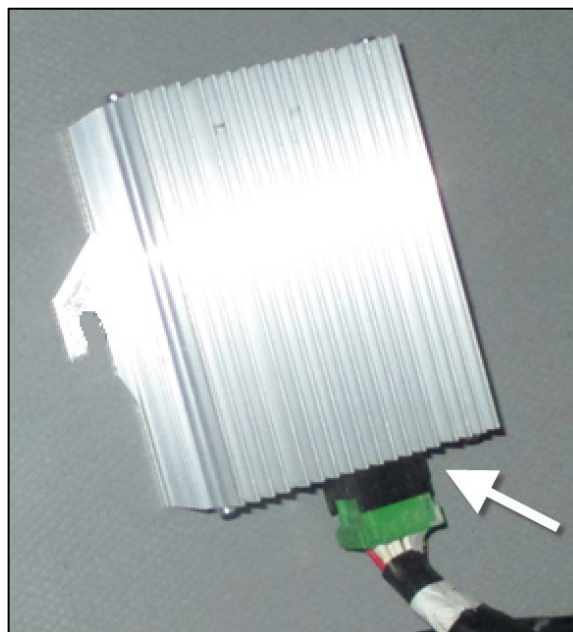

FIGURE 14
22. Brancher le connecteur T 901 au convertisseur (Figure 14).